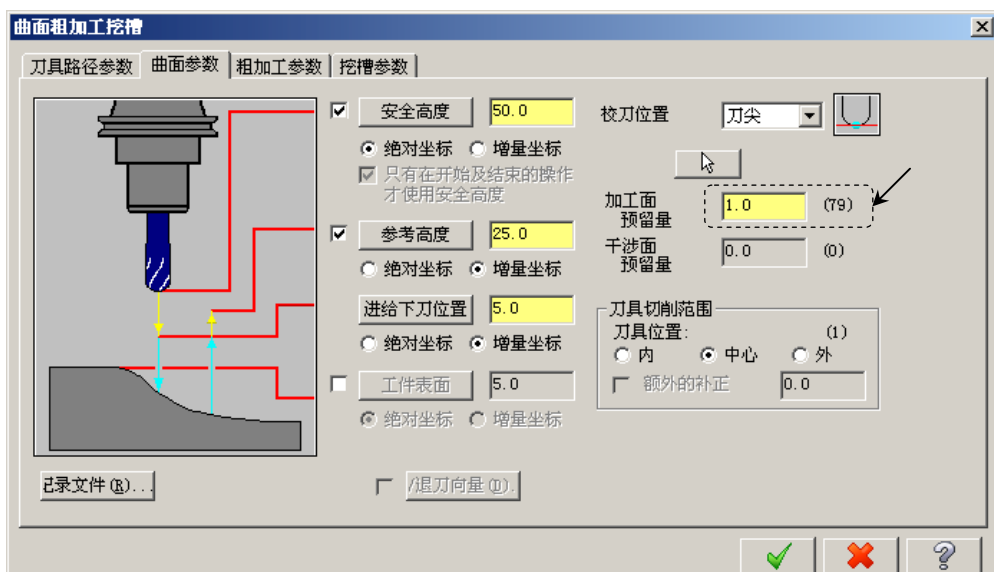

图 20.10 “曲面参数”选项卡
(1) 完成上步操作后, 在“曲面粗加工挖槽”对话框的 **刀具路径参数** 选项卡的列表框中显示出 Step5 所选择的刀具。双击该刀具, 系统弹出“定义刀具-机床群组-1”对话框。
(2) 设置刀具号码。在“定义刀具-机床群组-1”对话框中的 **刀具号码** 文本框中, 将原有的数值改为 1。
(3) 设置刀具的加工参数。单击“定义刀具-机床群组-1”对话框中的 **参数** 选项卡, 在 **进给速率** 文本框中输入值 300.0, 在 **下刀速率** 文本框中输入值 120.0, 在 **提刀速率** 文本框中输入值 500.0, 在 **主轴转速** 文本框中输入值 1200.0。
(4) 设置冷却方式。在 **参数** 选项卡中单击 **Coolant...** 按钮, 系统弹出“Coolant...”对话框, 在 **Flood** (切削液) 下拉列表中选择 **On** 选项。单击该对话框中的 **✓** 按钮, 关闭“Coolant...”对话框。
Step8. 设置曲面参数。在“曲面粗加工挖槽”对话框中单击 **曲面参数** 选项卡, 设置参数如图 20.10 所示。